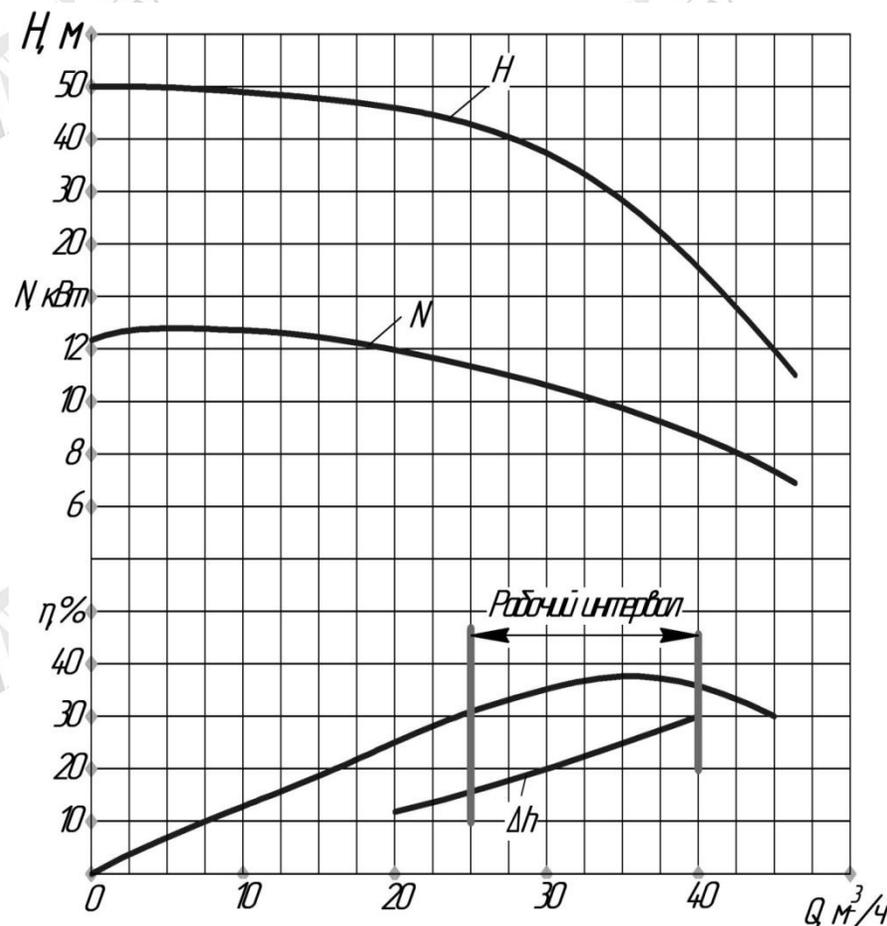

Рис. 1.График значений параметров насоса в зависимости от расхода.
2.1 Основные технические характеристики насоса приведены на Рис. 1 и в Таблице 1 при испытании его на воде при температуре 20°С и частоте вращения 1450 об/мин.;
2.2 Выбор рекомендуемого рабочего интервала производительности насосов осуществлять по Рис.1.